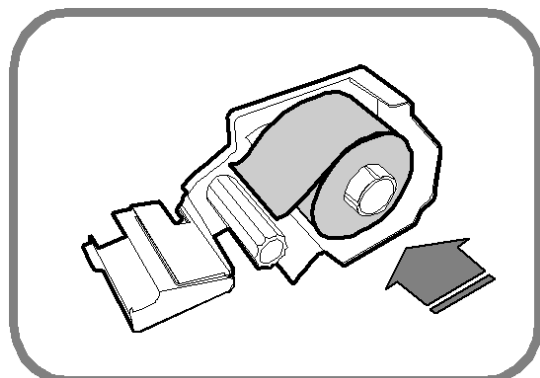

Рисунок 1.13 – Установка нового рулона
4. Установите на приёмную катушку новый рулон (см. рисунок 1.13).